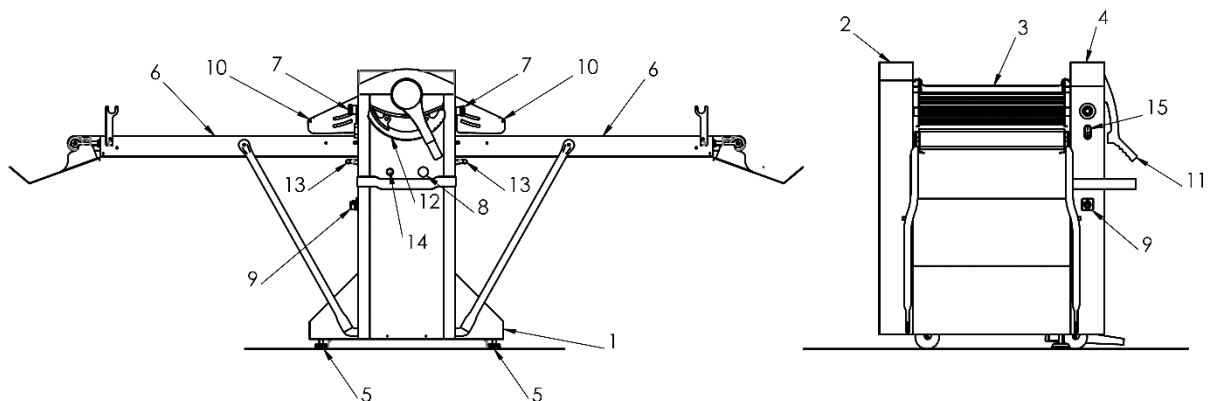

Figura 1 – Vista frontal e latera da laminadora
1. Acione a chave geral (Figura 1 – 9);
2. Verifique se os botões de emergência estão livres (Figura 1 – 7);
3. Verifique se as grades estão abaixadas (Figura 1 – 10);
4. Pressione o botão rearme (Figura 1 – 14);
5. Pressione o botão liga (Figura 1 – 15);
6. Ajuste a velocidade desejada no potenciômetro (Figura 1 – 8);
7. Opere o equipamento com a alavanca (Figura 1 – 14);
8. Após o uso desligue o equipamento no botão liga (Figura 1 – 15);
9. Em caso de risco de acidentes, pressione um dos botões de emergência (Figura 1 – 7).
**ATENÇÃO:** Quando levantadas as grades ou pressionado botão de emergência o equipamento para. Para retornar a operar destrave o equipamento girando o botão de emergência (Figura 1 – 7) no sentido indicado na seta impressa no mesmo e siga novamente a partir do 4º passo.
1º. Ligue a máquina pressionado o botão liga (Figura 1 – 15);
2º. Com a alavanca de regulagem (Figura 1 – 11) obtém-se uma espessura de laminação do produto variável, de 0 (zero) milímetros a 35 (trinta e cinco) milímetros. A espessura das lâminas expressa em milímetros pode ser identificada facilmente no visualizador de altura presente ao cárter de plástico anterior. Naturalmente, a laminação deverá ser realizada de forma gradativa, começando desde a espessura mais alta (35 mm) para chegar gradualmente à espessura desejada.
3º. Coloque a massa sobre a esteira (Figura 1 – 6).
4º. O movimento das esteiras transportadoras (da direita para esquerda ou vice-versa) é colocado em funcionamento por meio de uma alavanca situada na parte frontal da máquina (Figura 1 – 13). Para parar as esteiras posicione a alavanca na posição central.
5º. Uma vez terminado o penúltimo passo de laminação, deve-se preparar a máquina para poder enrolar a massa obtida ao redor do rolo. Colocar o rolo na mesa transportadora oposto à massa e na posição de bi tangente entre o suporte e a esteira. Situar a alavanca de regulagem (Figura 1 - 11) na espessura final desejada. Quando a massa chegue ao rolo, basta acompanhá-la  $\frac{1}{2}$  volta ao redor do rolo; sucessivamente, por força de inércia, se enrolará automaticamente.